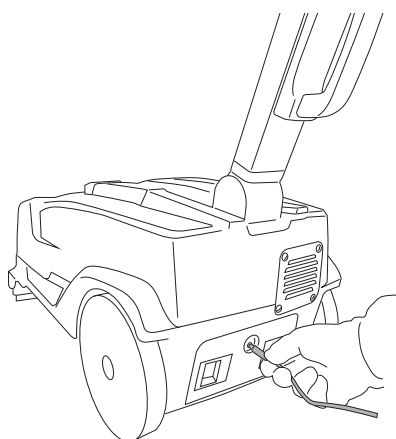

Fig.13
- Вставьте штекер зарядного устройства в гнездо на аккумуляторе (Рис. 13).
Нажмите на две скользящие защелки, извлеките аккумулятор (рис. 13А - поз. 1).